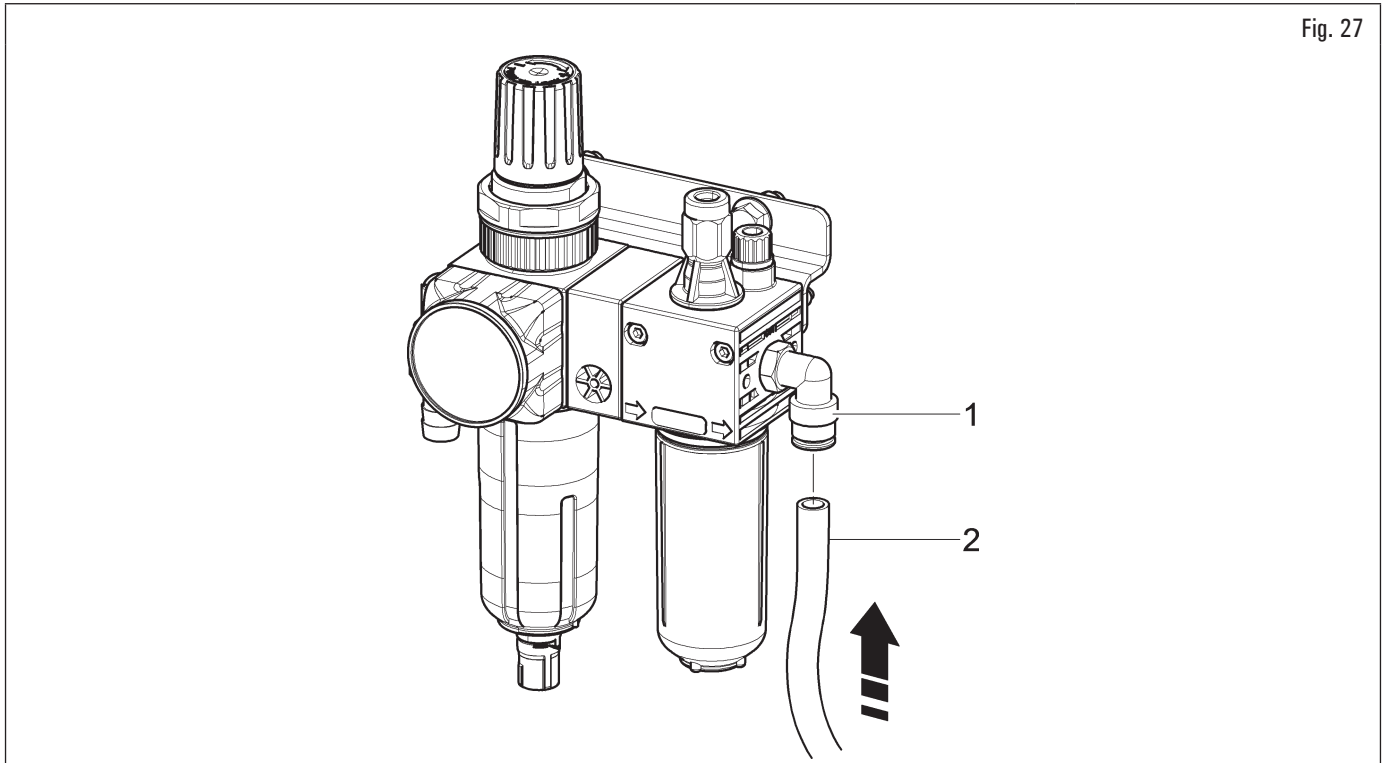

Fig. 27
Conectar la alimentación neumática de red mediante empalme (Fig. 27 ref. 1) ubicado en el conjunto filtro del equipo. El tubo de presión (Fig. 27 ref. 2) procedente de la red debe tener un diámetro interior mínimo de 10 mm (3/8") y un diámetro exterior mínimo de 19 mm para tener suficiente caudal.